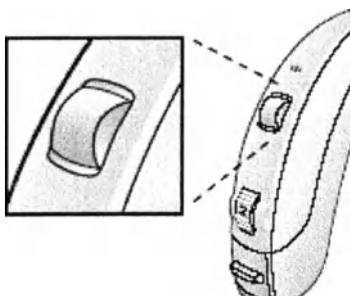

Рисунок 8 – Переключение программ
4.5.2 Выбор программы прослушивания производится с помощью кнопки переключения программ (рисунок 8). При переключении с одной программы на другую Вы будете слышать бип-сигнал: количество бип-сигналов подряд означает номер программы, которая включена.